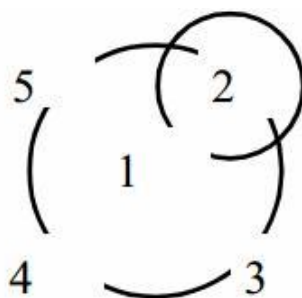

Рисунок 2 – Схема расположения прибора при проведении измерений
- Установите толщину измеряемого слоя кнопками (▼), (▲), (←), (→), подтвердите изменения кнопкой (F) ;
- Сместите условный центр прибора относительно первого измерения на 5...7 см по диагонали в положение «2 часа» (см. рис. 2) и проведите 2-е измерение (нажмите кнопку **(M)** и отойдите от прибора на один шаг) - на дисплее появится сообщение «Измерение», а через 3 - 4 секунды - значение плотности « $\rho_2$ » и температуры «Т» во второй точке измерения:
- сместите условный центр прибора, ориентируясь по нарисованной окружности, на 5...7 см по диагонали в положение «2 часа» (см. рис.2) и проведите измерения плотности  $\rho_2$ ;